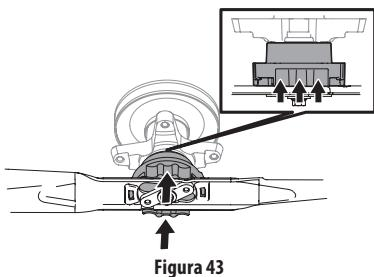

Figura 43
3. Empuje hacia arriba sobre el collarín de la cuchilla y sosténgalo (Figura 43).
- Empuje la cuchilla hacia arriba contra el adaptador de cuchilla hasta que el collarín se eleve (Figura 43 en la página 69).